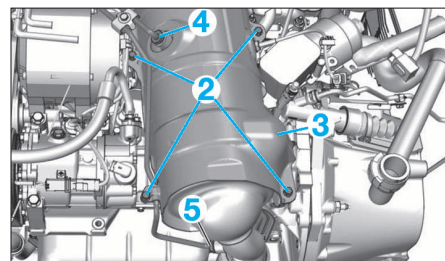

FIG. 71
- Déposer l'écran thermique (3) (Fig.71).